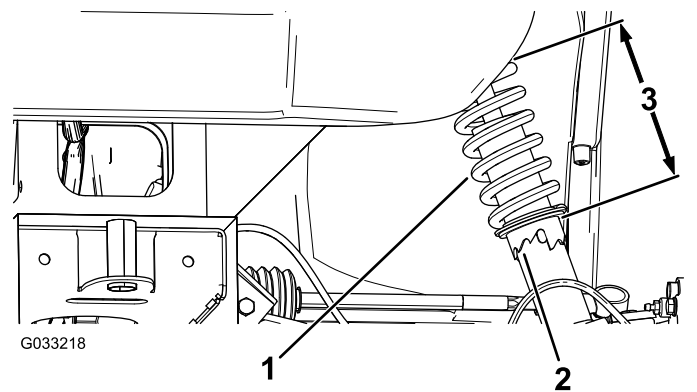

Figura 52
2. Si la caída de la rueda está mal, utilice la llave de gancho para girar el collarín del amortiguador para alinear la rueda (Figura 52).